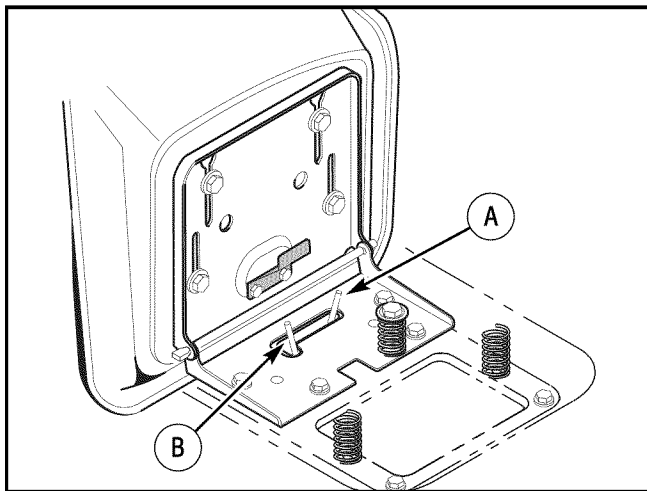

Figura 13: Interruptor automático de desconexión
1. La **desconexión de accionamiento automático** debe encontrarse en la posición **ACCIONAMIENTO** (Figura 13).
3. Tire y trabe la **desconexión de la transmisión automática** en la posición EMPUJE (Figura 13). La transmisión se encuentra libera ahora y la unidad se puede empujar.